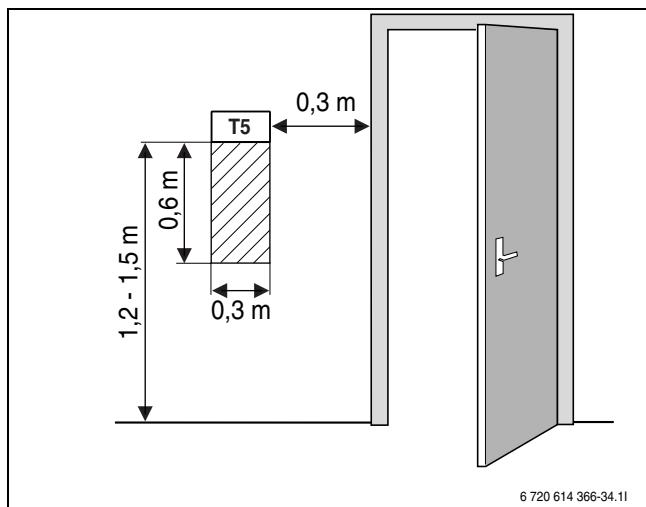

Fig. 17 Aanbevolen montageplaats voor T5
- Ongehinderde circulatie van de ruimtelucht onder de kamertemperatuursensor T5 (gearceerde oppervlak in Fig. 17 vrijhouden).